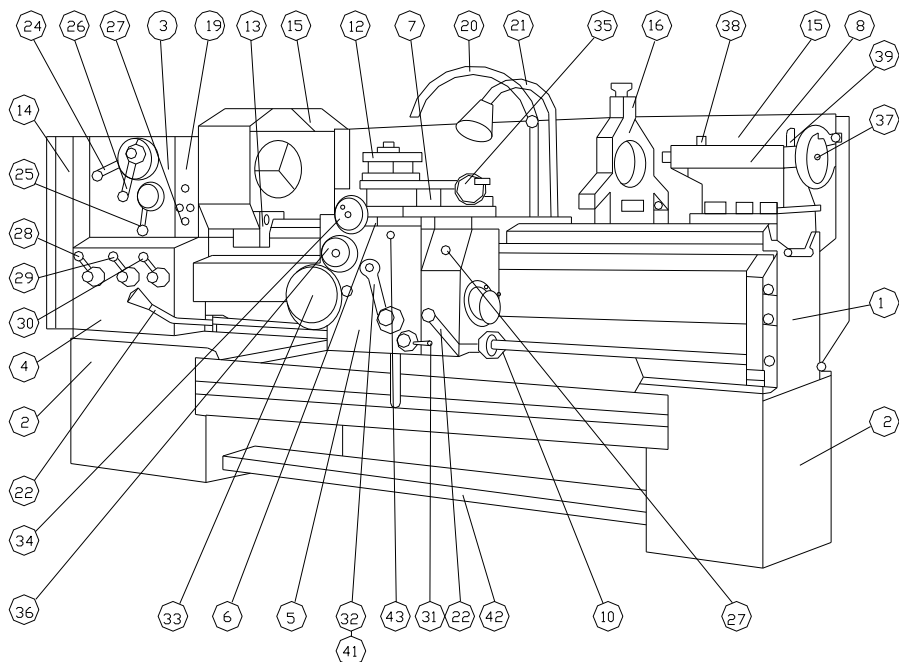
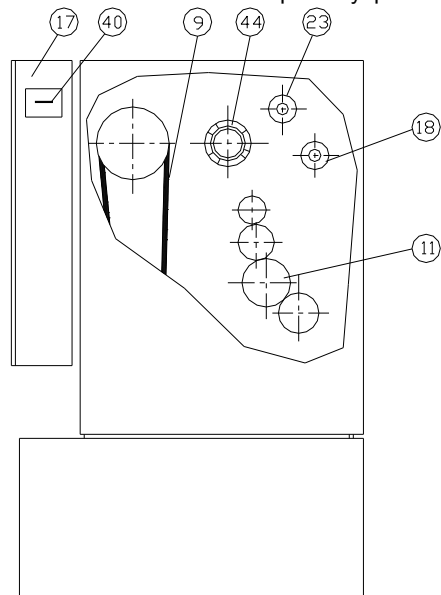

Рис.4-1. Основные части и органы управления
Рис.4-2. Основные части и органы управления
На Рис.4-1 и Рис.4-2 показаны основные части и органы управления станка
Диск, на рис.4-3 и рис.4-5, находящийся на лицевой стороне коробки скоростей и управляемый рукояткой 24 рис.4-1, имеет четыре фиксированных положения. Сектор диска, в котором находятся требуемые обороты, устанавливается левее или правее вертикальной линии в зависимости от того где находится фиксированное положение диска.
Рукояткой 26, рис.4-2, имеющей два фиксированных положения, указатель устанавливается в направлении к соответствующему сектору.
Ступица, рис.4-6, управляемая рукояткой 25, рис.4-1, снабжена тремя цветовыми индикациями (зеленой, красной и синей) рис.4-6. Цвет на фоне требуемой оборотной ступени устанавливается напротив стрелки на табличке.
Запуск и остановка шпинделя для вращения в прямом или обратном направлении производится рукояткой 22 рис.4-1.
- **Механизм для нормального и увеличенного шага, левой и правой резьбы:** он расположен в коробке скоростей поз.3 рис.4.2 и его настройка производится рукоятками – поз.23 и 18;
- **Гитара, рис.4-2 поз.11:** ее настройка производится путем перемещения самого нижнего зубчатого блока, согласно рис.4-7; 4-8; 4-9 и 4-10 или табличке, установленной на лицевую часть коробки скоростей;
- **Коробка подач позиция 4 рис.4.1:** ее настройка производится рукоятками 28 и 29 на шаг резьбы или подачу и рукояткой 30 на вид резьбы и подачу;
- **Коробка суппорта:** автоматическое движение подач суппорта осуществляется ведущим валом и суппортным механизмом. Включение и выключение продольной или поперечной подачи суппорта производится рукояткой 32 рис.4-1. Направление, в котором перемещается рукоятка, соответствует направлению движения суппорта.
Движение суппорта при нарезании резьбы осуществляется через ведущий винт и разъемную гайку коробки суппорта. Зацепление разъемной гайки к ведущему винту производится посредством рукоятки 31 рис.4-1.
Управление суппорта при зацепленной гайке производится через рукоятки 22 рис.4-1.
Включение быстрого хода суппорта производится установкой рукоятки 32 рис.4-1 на автоматическую подачу в желаемом направлении движения и нажатием кнопки 41 рис.4-2 для включения электродвигателя. Коробка суппорта оснащена обгонной муфтой, которая обеспечивает включение суппорта на быстрый ход как при выключенном, так и при включенном движении коробкой подач.
- Задайте обороты и оборотный обхват ручками 24, 25 и 26 рис.4-1 и согласно табличке для резьбы;
- Рукояткой 23, рис.4-2 задайте механизму нормальный или увеличенный шаг;
- Рукояткой 18, рис. 4-2 задайте направление (левая или правая резьба);
- Настройте самый нижний зубчатый блок гитары на поз.11 рис.4-2 согласно табличке для резьбы;
- Задайте множительный механизм рукоятки 28, рис.4-1 согласно табличке для резьбы (A;B;C;D) ;
- Задайте избирательный механизм рукояткой 29, рис.4-1 согласно табличке для резьбы (1, 2, 3, 4, 5, 6, 7 и 8);
- Задайте вид резьбы рукояткой 30, рис.4-1;
- Рукояткой 31, рис.4-1 произведите зацепление разъемной гайки к винту;
3. Через ременную шайбу вручную произведите вращение шпинделя таким образом, чтобы цифра 0 с таблички 44, рис.4-2 очутилась напротив указателя;
4. Установите рукоятку 18, рис.4-2 в нейтральном положении;
6. Включите рукоятку 18 рис.4-2;